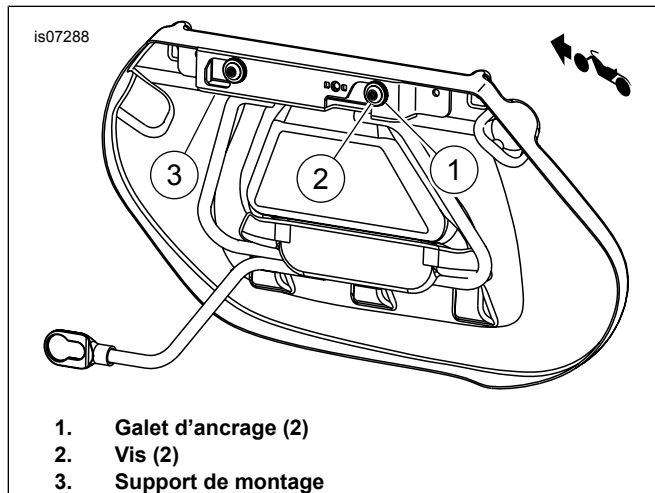

Figure 2. Marquer les emplacements de perçage
- d. Voir Figure 2. Introduire les galets d'ancrage (1) dans le support de montage (3). Introduire une vis (2) dans chaque galet d'ancrage et la sacoche pour positionner le support.